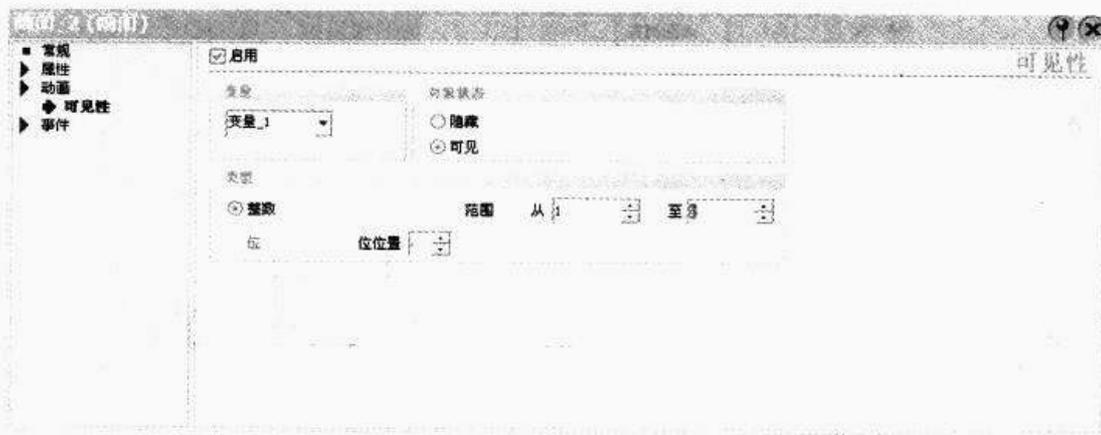

图 5-6 画面属性—可见性
- ② 在“属性”组中,选择“层”来定义可见层,选择“帮助”,可以存储记录的操作员注释。
- ③ 在“动画”组中,选择动态画面更新。可以在这里为每一个画面设置动画效果的“可见性”。如图 5-6 所示,选中“启用”选项后,当所连接的布尔型变量为“1”时该画面可见,否则该画面不可见。